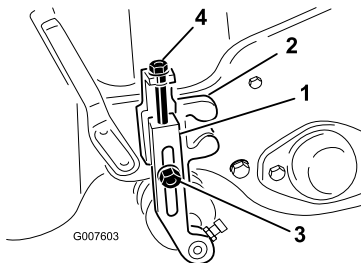

Figure 41
2. Desserrez les contre-écrous de fixation des bras de hauteur de coupe sur les supports de hauteur de coupe (Figure 41).